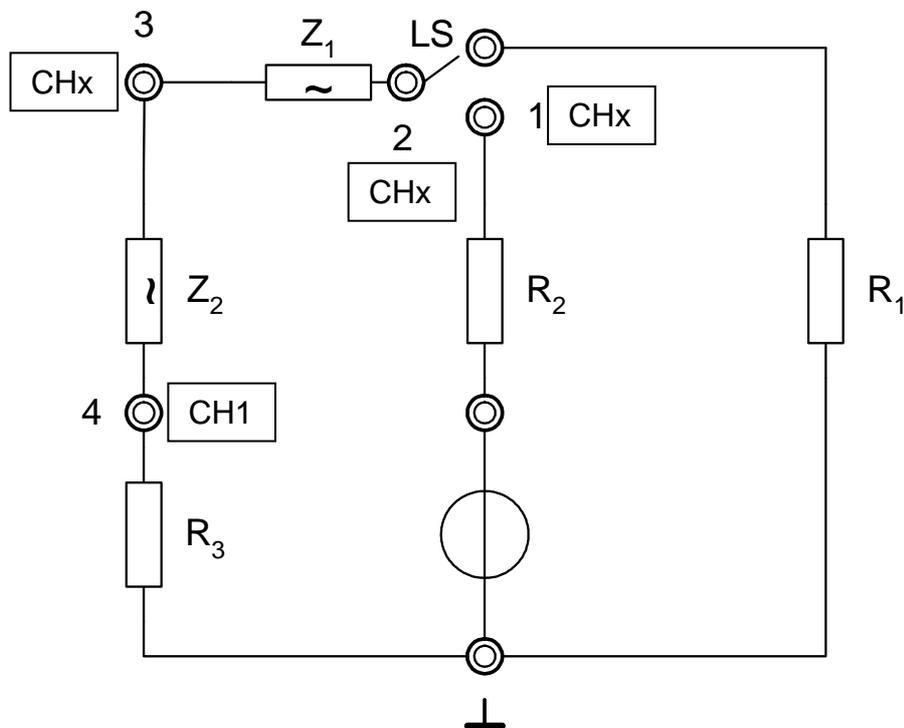

Bild 1
- Experimentierplatte (Bild 1)
Unter Nutzung der Steckschablone ist die jeweilige Schaltung (nach Bild 1) zu realisieren!